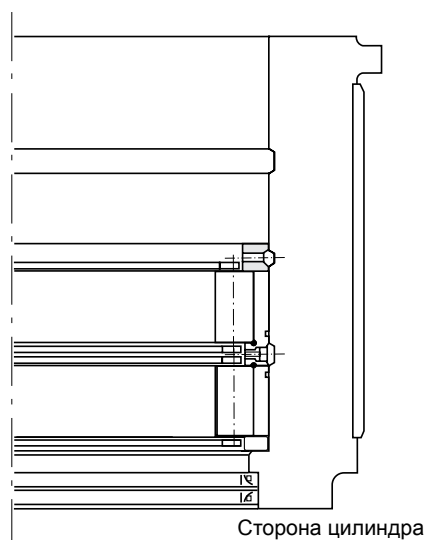
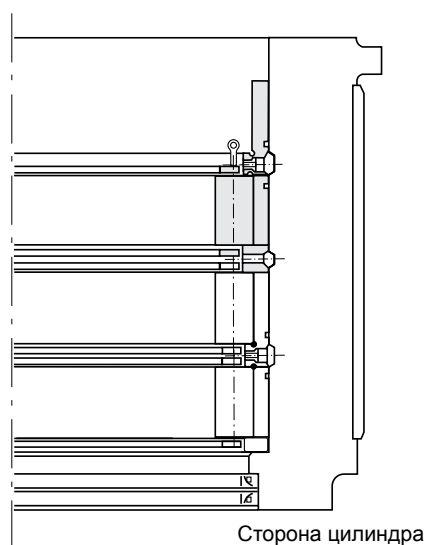

Рис. 3.23
Рис. 3.24
- (9) Нанесите на упорное кольцо с буртом смазочный материал со всех сторон, затем установите его. В этом случае кольцо можно установить, расположив его на краю роликов при сборке ряда роликов В. Для поднятия упорного кольца с буртом используйте отверстия для подвода масла. (**рис. 3.23**)
- (10) Нанесите смазочный материал на торцевую поверхность наружного кольца с метками С и D и на поверхности качения роликов ряда С.
- (11) Установите сепаратор ряда С так, чтобы метка С была направлена вниз, затем установите на сепаратор наружное кольцо меткой С вниз. Вверните специальные проушины в четыре резьбовых отверстия сепаратора. Поднимите сепаратор и наружное кольцо и, убедившись в том, что номера положения нагрузки совпадают, установите их в распорку (**рис. 3.24**).